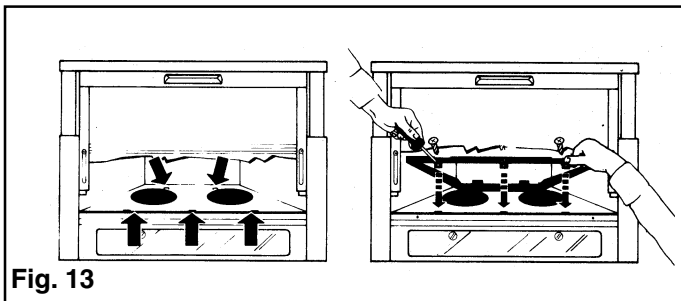

Fig. 13
2. Fixez le cadre de retenue avec les 2 vis jointes en bas de la carrosserie de la hotte (voir illustration). **Fig. 13.**